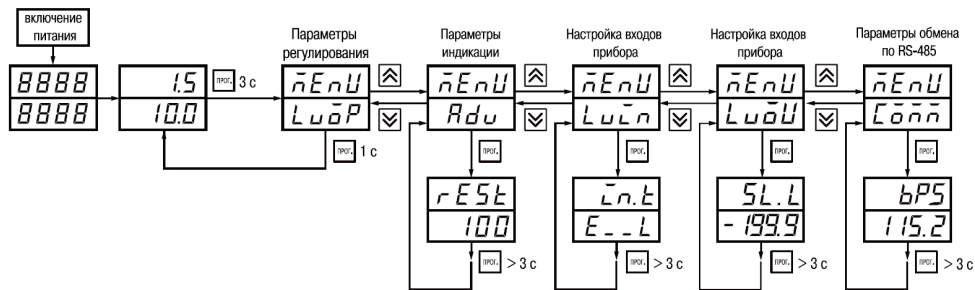

Рисунок 7.1
7.1.2 Основные параметры прибора объединены в 5 групп: *LuōP*, *Adu*, *LuĀn*, *LuōU* и *Cōññ*, составляющие меню прибора (рисунок 7.1). Полный список программируемых параметров приведен в Приложении Б.